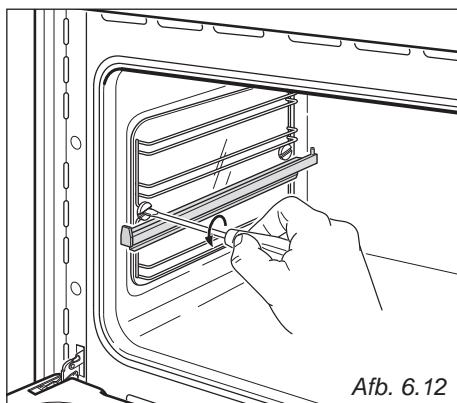

Afb. 6.11
- Bevestig de telescopische rail op de bovenste draad van een rooster en druk aan (afb. 6.11). U hoort een klikgeluid wanneer de veiligheidsvergrendelingen over de draad vastklikken.